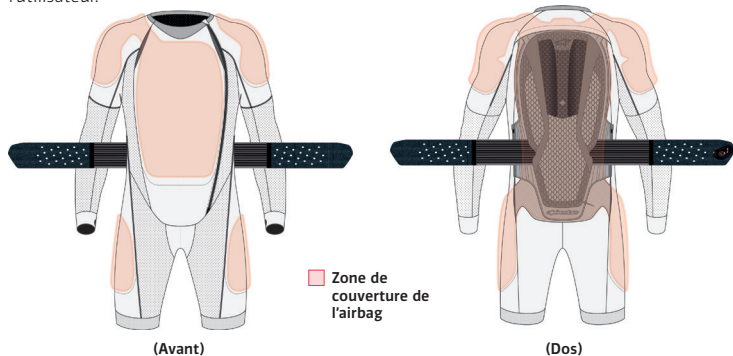

Figure 2: Zone de couverture de l'airbag
Le système fournit une protection contre les impacts, dans les zones couvertes par l'airbag (voir Figure 2) pour les utilisateurs (à la fois le pilote et les passagers) portant le système, en cas d'accident ou d'autres événements déclencheurs. Remarque : il y a des limites à la protection qu'il peut fournir, conformément à ce qui est expliqué dans le manuel de l'utilisateur.
**AVERTISSEMENT ! Le système n'offre qu'une protection limitée contre les chocs qu'à l'encontre des forces en jeu dans les zones de couverture des airbags, comme illustré à la Figure 2. Il n'existe aucune garantie que le système prévienne les blessures (y compris les blessures graves ou mortelles) à l'intérieur et/ou à l'extérieur des zones de couverture de l'airbag ou de l'enveloppe de protection.**